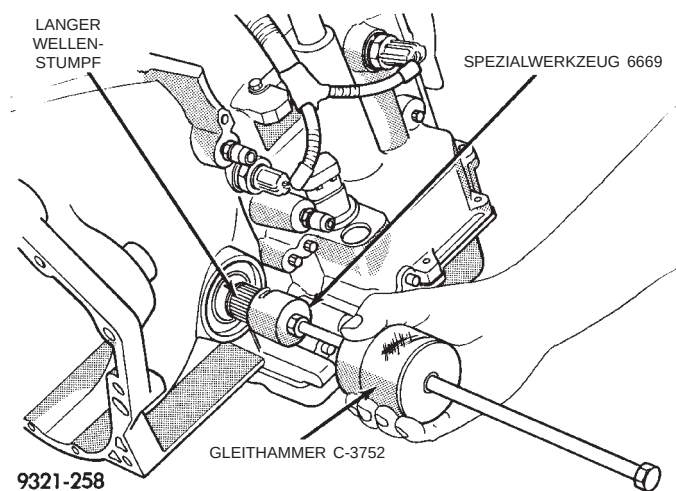

Abb. 50 Langen Wellenstumpf ausbauen
(1) Getriebe aus dem Fahrzeug ausbauen. Siehe Ausbau und Einbau des Getriebes in diesem Kapitel.
(2) Langen Wellenstumpf aus dem Getriebe ausbauen (Abb. 50).